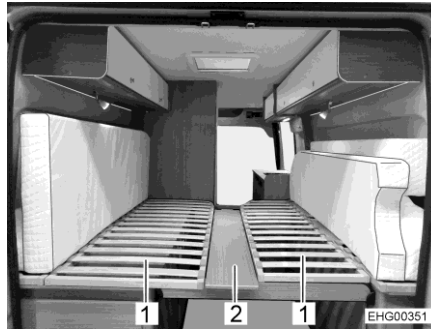

Bild 42 Mellanbräda
- Sänk ned sängbotten (Bild 42,1) på båda sidor.
- Häng på mellanbrädan (Bild 42,2).
- Ta bort mellanbrädan (Bild 42,2) och tvärbalken (Bild 39,1) och lägg ner dem på en av madrasserna.